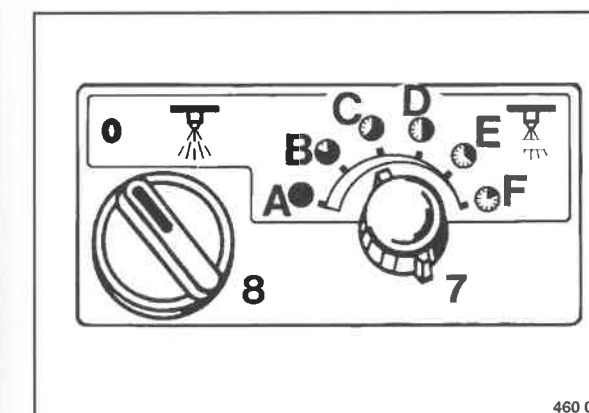

Fig. 72
- Interruttore rotante per irrorazione (8) (Fig. 72)